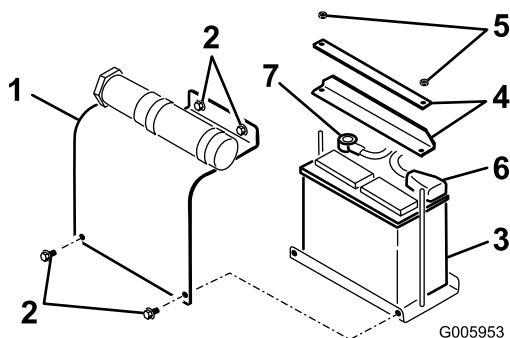

Figura 35
2. Togliete il coperchio della batteria (Figura 35).
1. Rimuovete i dadi e le barre che fissano la batteria (Figura 35).
2. Scollegate il cavo negativo (nero) al polo negativo (-) della batteria (Figura 35).
3. Staccate il cavo positivo (rosso) dal polo positivo (+) della batteria (Figura 35).
1. Montate la batteria sulla pedana (Figura 35).
2. Fissate la batteria al telaio con le barre e i dadi tolti in precedenza (Figura 35).
3. Collegate il cavo positivo (rosso) al polo positivo (+) della batteria (Figura 35). Infilate il cappuccio di gomma sul polo della batteria.
4. Collegate il cavo negativo (nero) al polo negativo (-) della batteria (Figura 35).
5. Montate il coperchio della batteria (Figura 35).